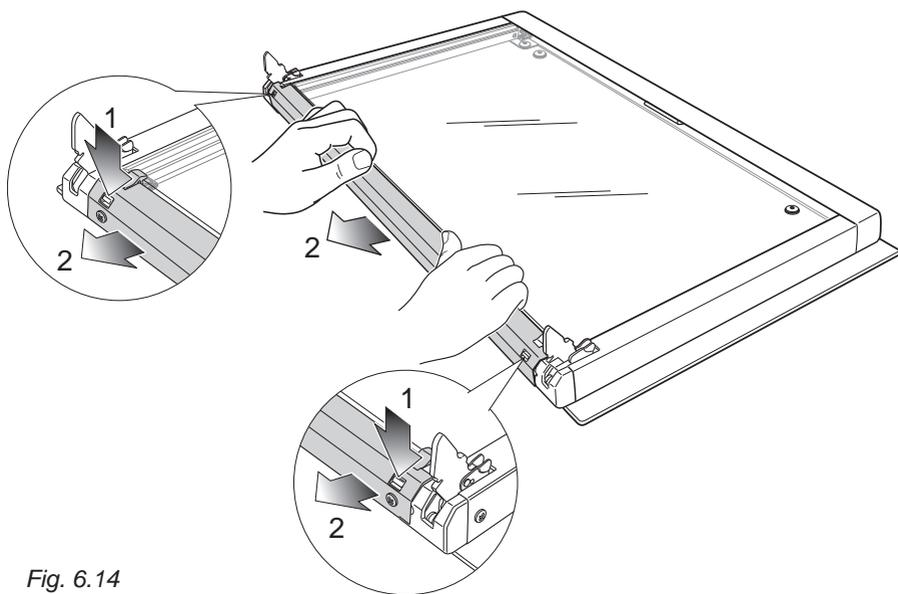

Fig. 6.14
**IMPORTANTE:** La porta del forno deve essere appoggiata in posizione orizzontale come illustrato in fig. 6.14.